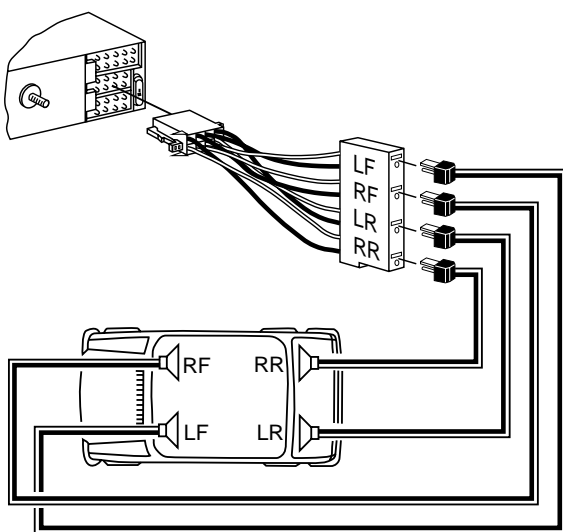

Fig. 9
- 4 Altifalantes (4 Ω/7 W) fig. 9